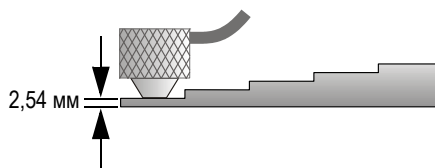

Рис. 5-6 Калибровка скорости звука на тонкой части 5-ступенчатого образца
- b) Установите преобразователь на тонкой части тестового образца (см. Рис. 5-6 на стр. 61), затем нажмите [CAL ZERO].